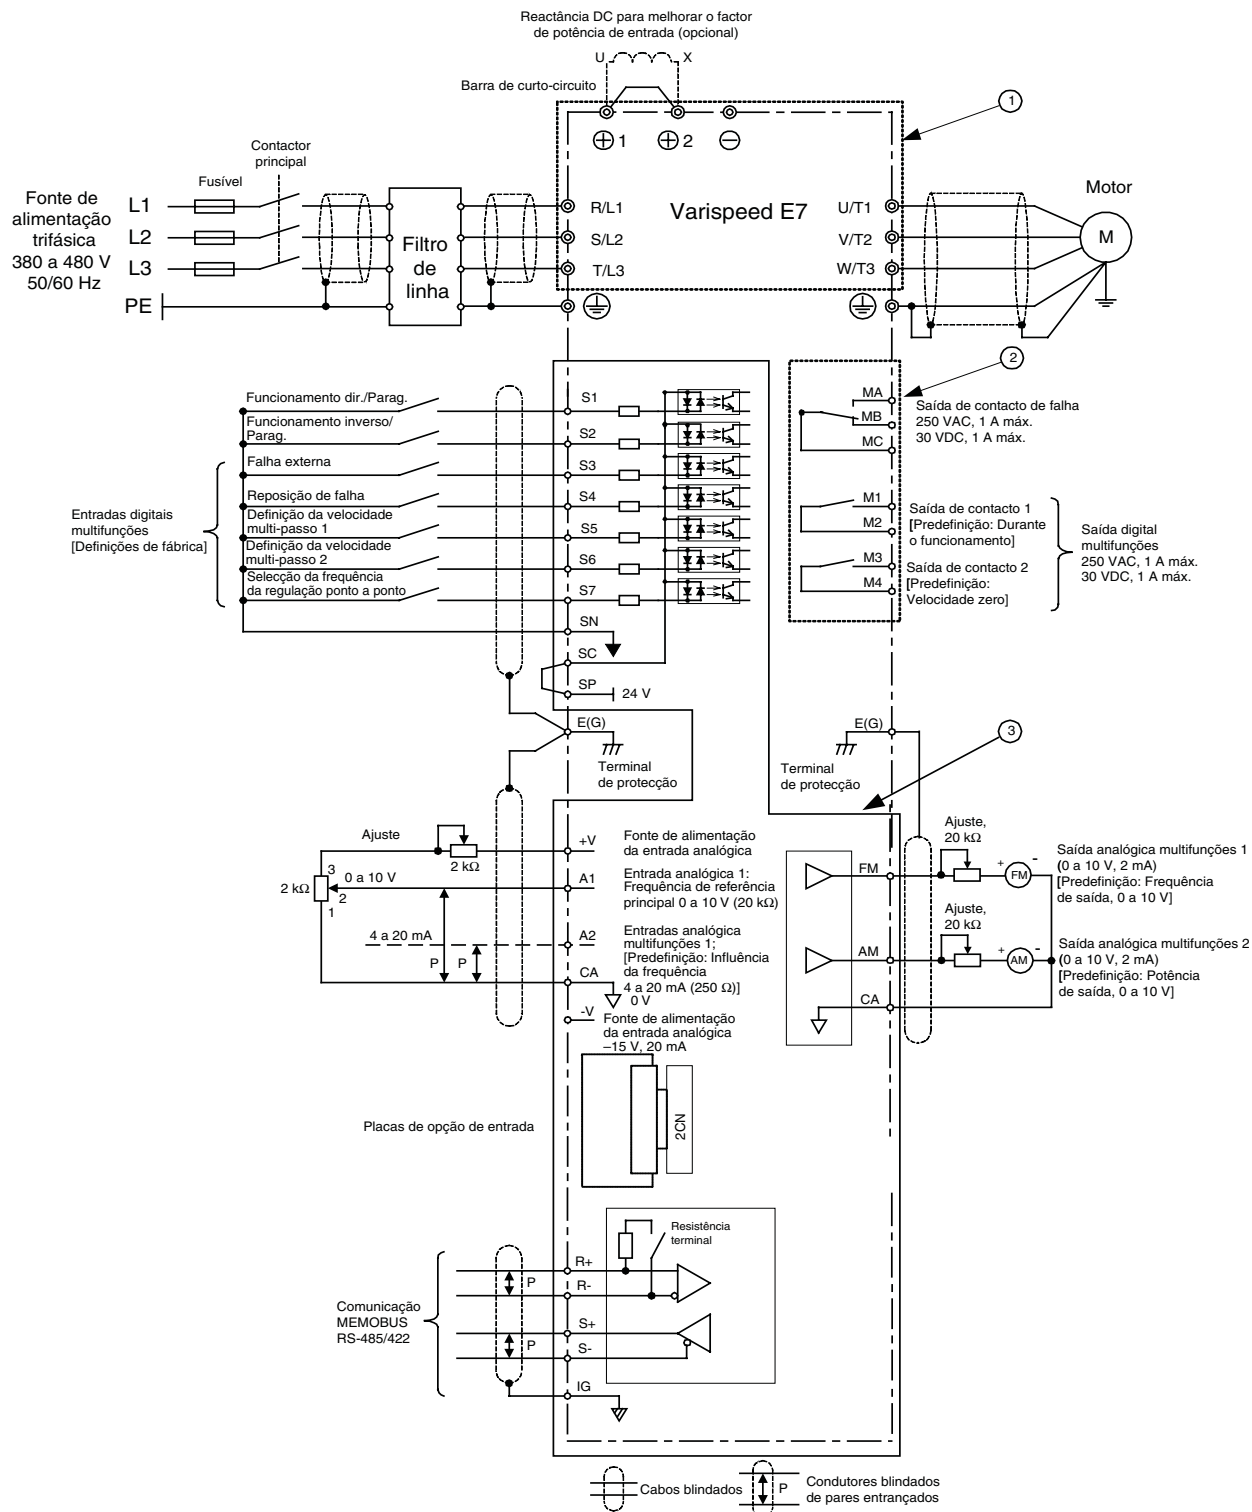

Fig 4 Diagrama de ligações
- Na Fig 4 a ligação das entradas digitais S1 a S7 é apresentada para ligação dos contactos ou transistores NPN (comum de 0 V e modo NPN). Esta é a configuração predefinida. Para ligação dos transistores PNP ou para utilizar uma fonte de alimentação externa de 24 V consulte a Tabela 3.